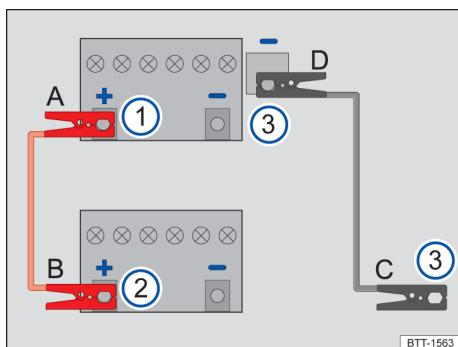

图 131 应急启动 - 电缆连接示意图
→ 图 131 的图例：
→ 图 131。
- 将**红色**应急启动电缆的一端连接到 12V 汽车蓄电池 → 图 131 ① 电量耗尽的车辆的正极 (+) 上 → ▲。
- <ul style="list-style-type: none;">  - 将**红色**应急启动电缆的另一端连接到供电车辆 → 图 131 ② 的正极 (+) 上。
- 将**黑色**应急启动电缆的一端连接到应急启动接点（接地端） → 图 131 ③ 上。
- 将**黑色**应急启动电缆的另一端连接到 12V 蓄电池电量耗尽的车辆 → 图 131 ③ 上。→ ▲
- 仅按照顺序 D - C - B - A 断开启动辅助电缆 → 图 131。